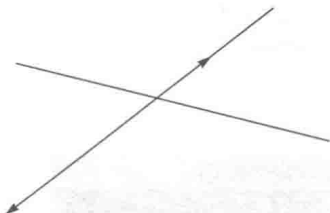

图 1-9 两相交直线方式
- ① 选择菜单“工具”→“坐标系”→“创建坐标系”命令。在左侧立即菜单中选择“两相交直线”方式，如图 1-9 所示。